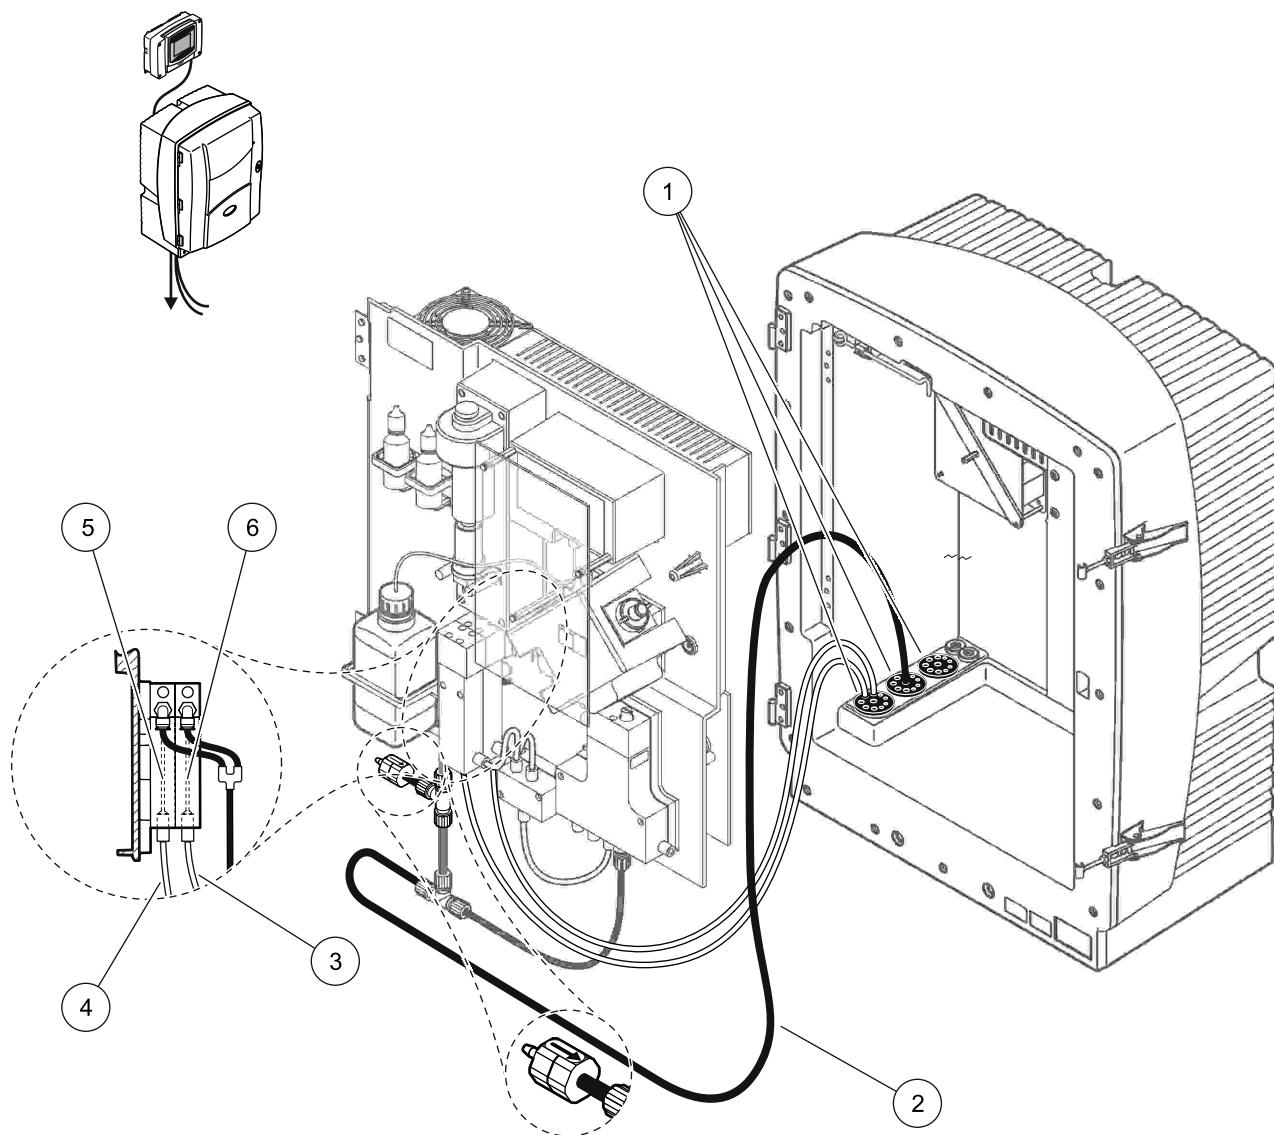

Figure 42 Configuration d'option 11a
Voir Figure 42 à la page 112 et les instructions ci-dessous pour l'option 6:
3. Faites passer le tuyau d'évacuation par l'analyseur à l'aide du bouchon d'obturation No. 3 (Figure 42 à la page 112, élément 2).